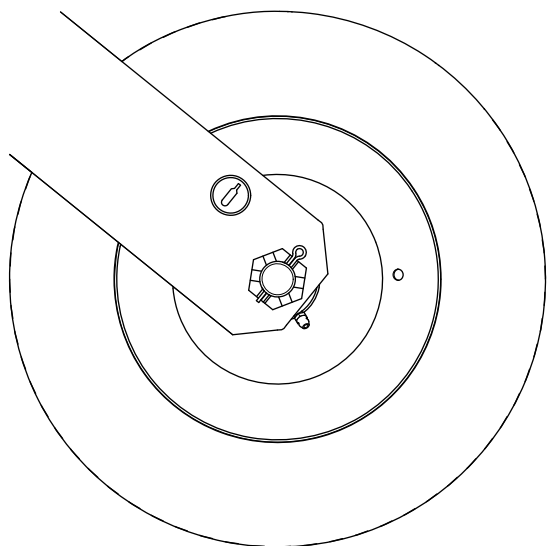

Рисунок 27
1. Проверьте давление в шинах (Рисунок 27). Давление должно быть на уровне 4,13 бар.